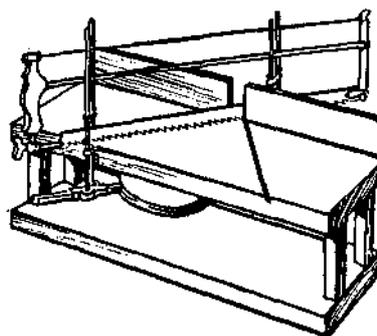

Fig. 52
*Serra para meia-esquadria* (Fig. 52). — Tem a lâmina como a de traçar, mas presa numa armação desmontável de madeira e ferro.